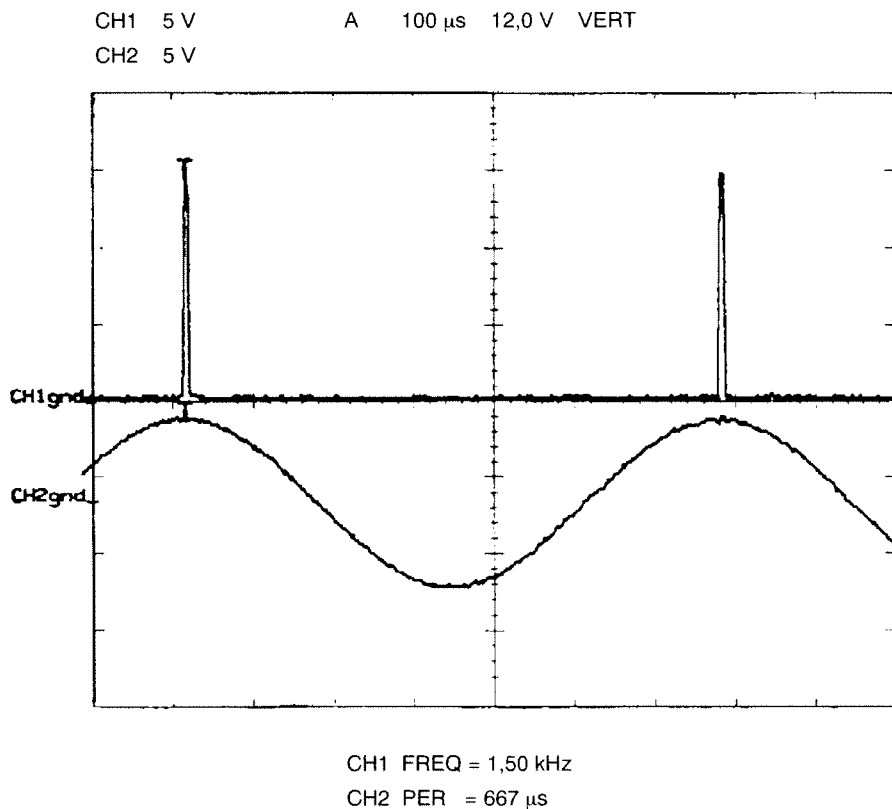

Bild 27.
- Anslut mätprobarerna till TP6603 i antennvinkelförstärkaren och TP6413 i funktionsgeneratorn. Se till att SH-pulsen ligger på sinuskurvas topp, max eller min. Se bild 27.